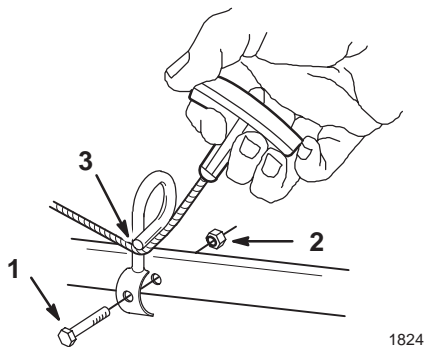

Bild 3
- Befestigen Sie die Seilführung mit einer Schraube und Sicherungsmutter am Untergestänge (Bild 3).
- Ziehen Sie das Starterseil durch die Seilführung (Bild 3).